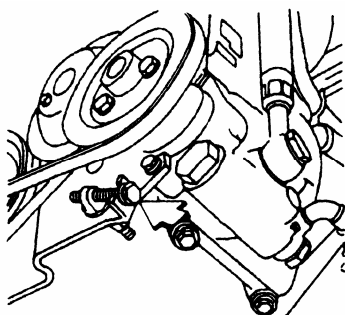

图 12-41 张紧 V 形带
③通过张紧螺栓把 V 形带张紧，如图 12-41 所示，压在 V 形带中间处，以 10mm 的挠度为合适。
④拧紧张紧螺栓的螺母。
⑤拧紧转向油泵支架上的固定螺栓。